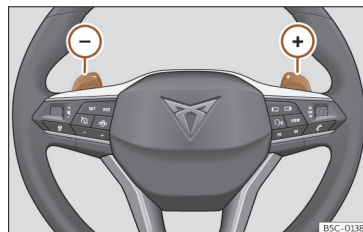

Fig. 121 Volante: alavancas para mudança automática de velocidades.
- Pressione a alavanca de mudanças (+) para engrenar uma velocidade mais alta >>> **Fig. 121**.